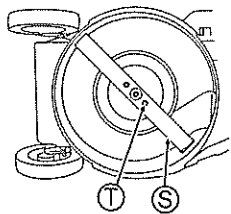

Abb. 34
3 Vergewissern Sie sich, dass die Klängenbefestigungsschrauben (T) mit dem angegebenen Drehmoment angezogen sind. (Siehe Abb. 34)
4 Vergewissern Sie sich, dass die Klängenbefestigungsschrauben (T) mit dem angegebenen Drehmoment angezogen sind. (Siehe Abb. 34)